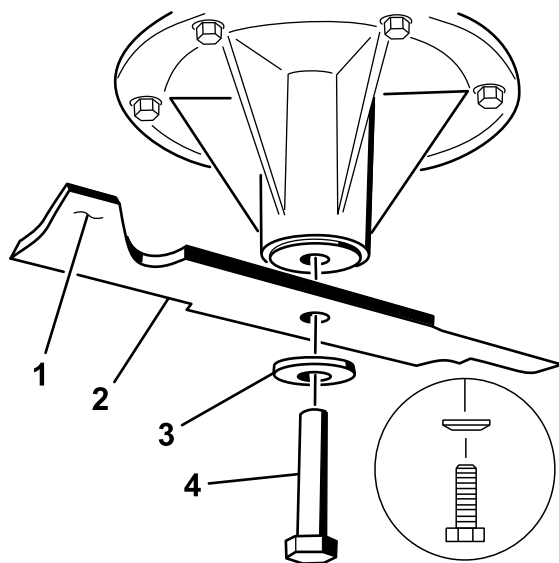

Figure 77
1. Placez la lame sur l'axe (Figure 77).
2. Mettez en place la rondelle élastique et le boulon de la lame (Figure 77).
**Remarque:** Le cône de la rondelle élastique doit être dirigé vers la tête du boulon (Figure 77).